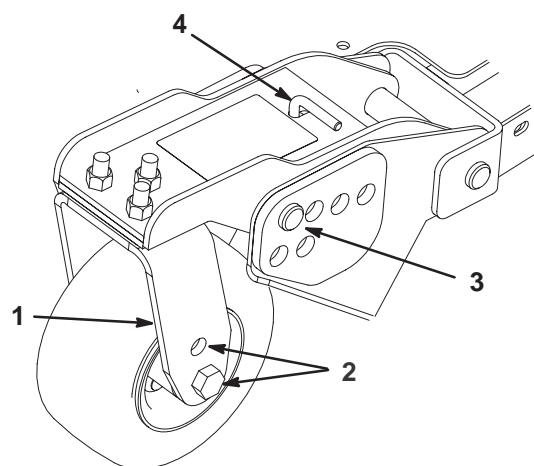

Figure 16
4. 4. Enlevez les goupilles fendues et les axes de chape des bras pivotant (Fig. 16).
5. 5. Tournez la tige de tension pour élever ou abaisser le bras de pivot jusqu'à ce que les trous soient en face des trous du support de la hauteur de coupe sélectionnée dans le bâti du plateau de coupe (Fig. 16 & 17)